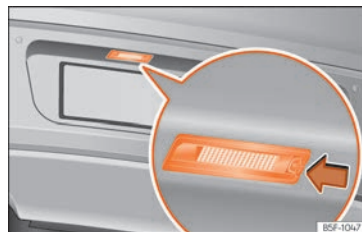

Fig. 121 En el parachoques posterior: luz de matrícula.
1. Presione la pestaña de la luz de matrícula en la dirección de la flecha » **fig. 121**.